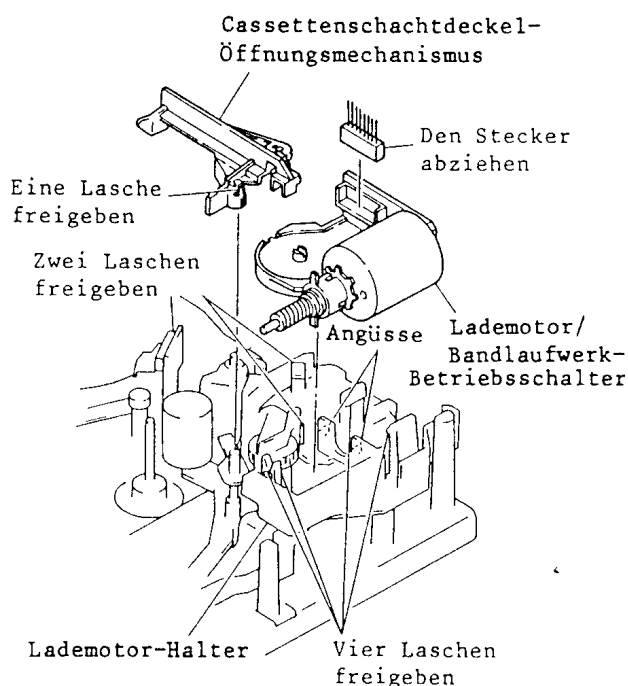

Abb. 7-5 Lademotor/Bandlaufwerk-Statusschalter
5. Lademotor/Bandlaufwerk-Statusschalter (Abb. 7-5)